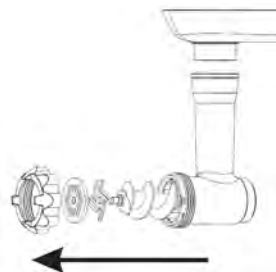

рис.12
2. Выньте внутренние части загрузочной горловины, как указано на рис. 12.